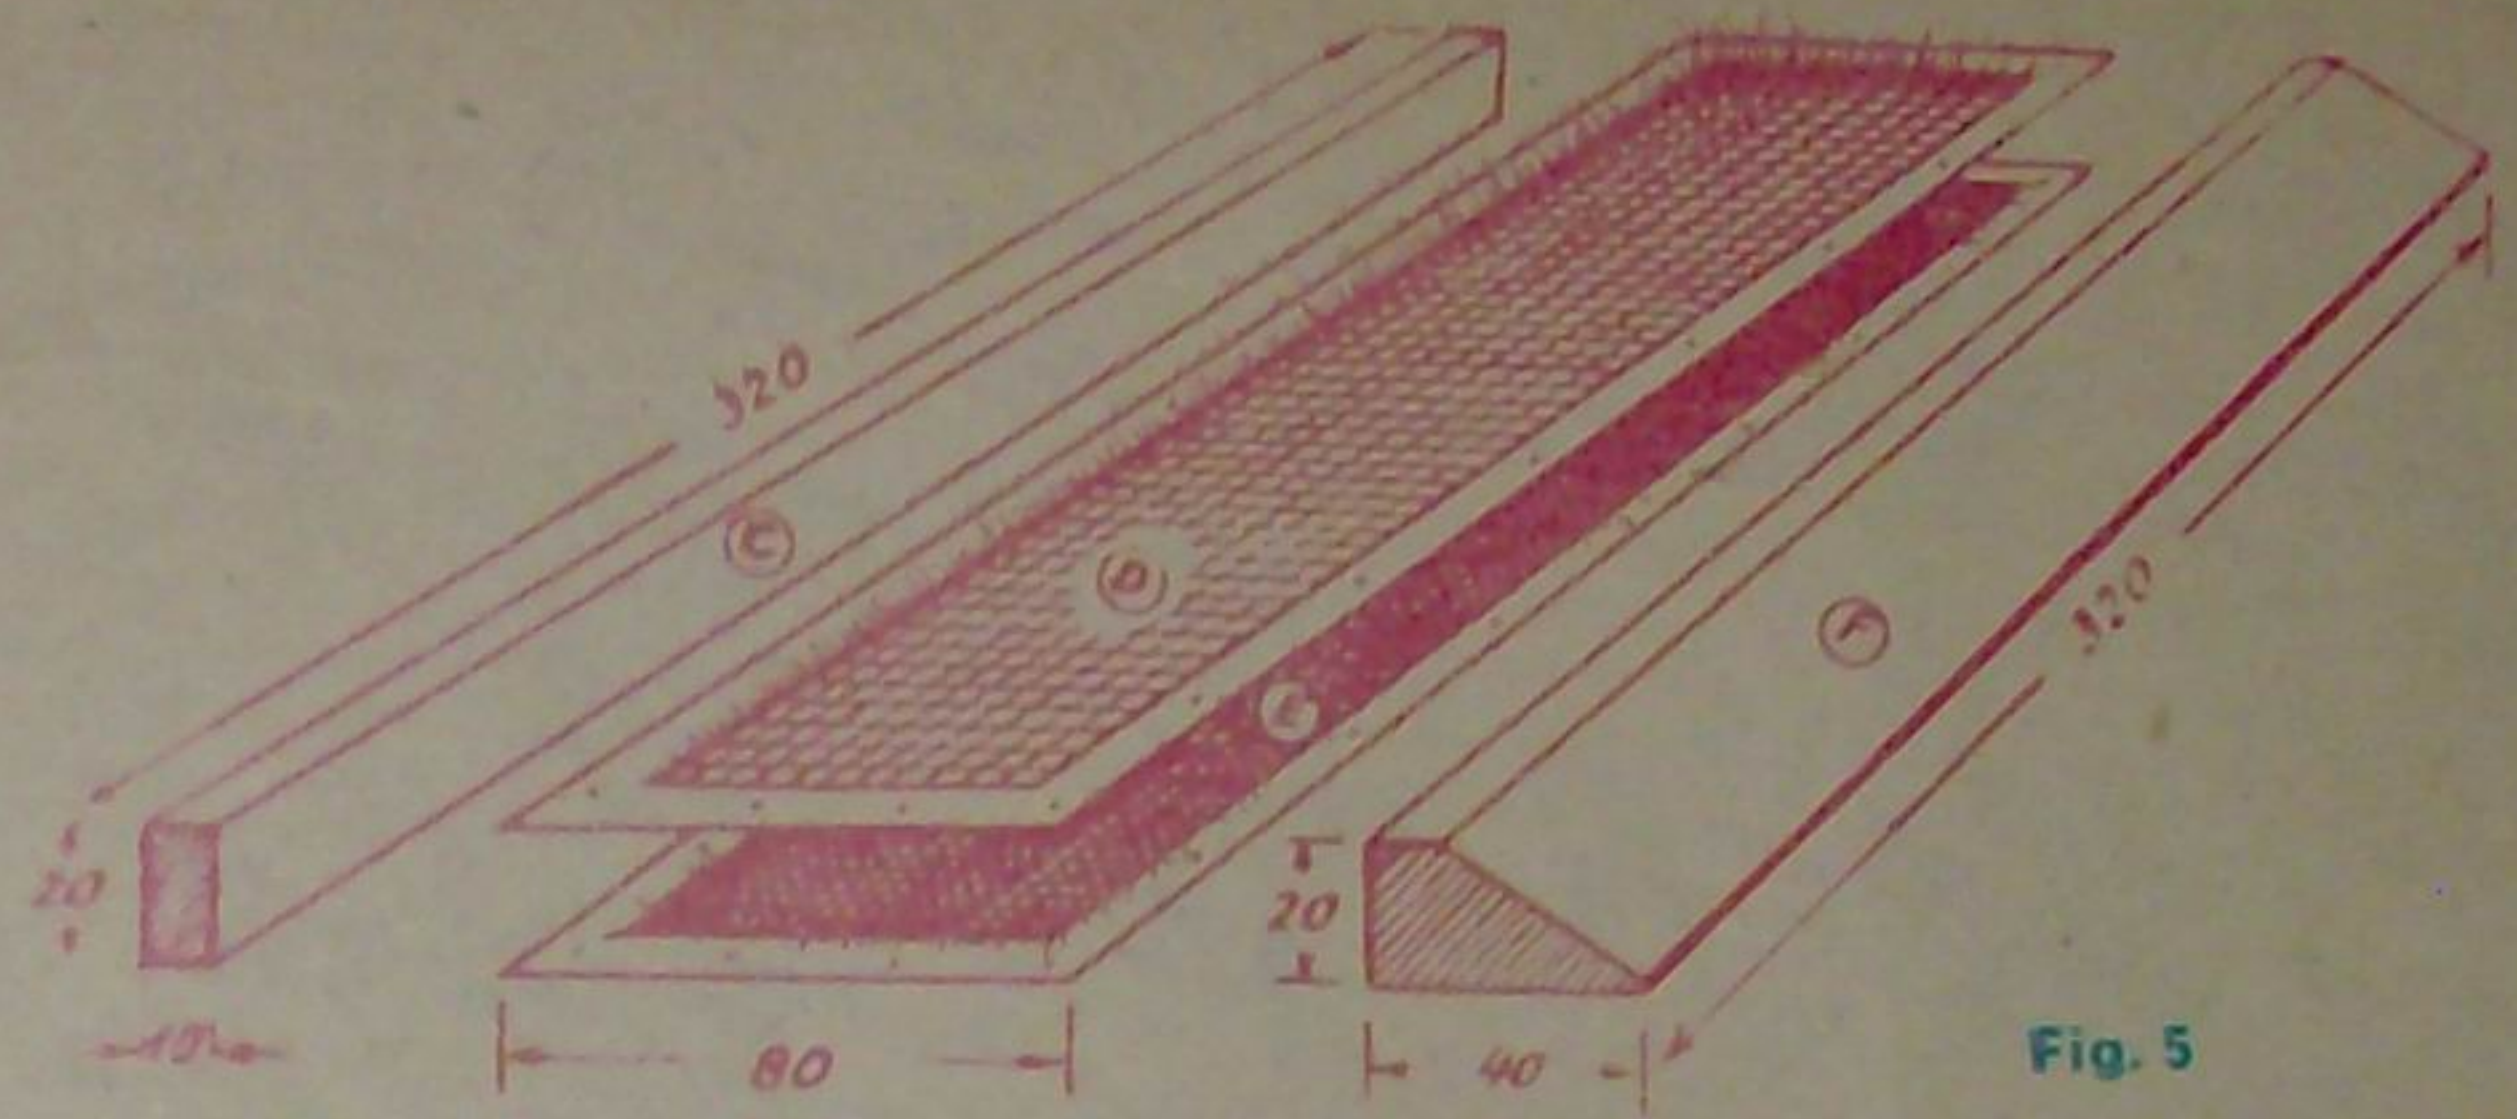
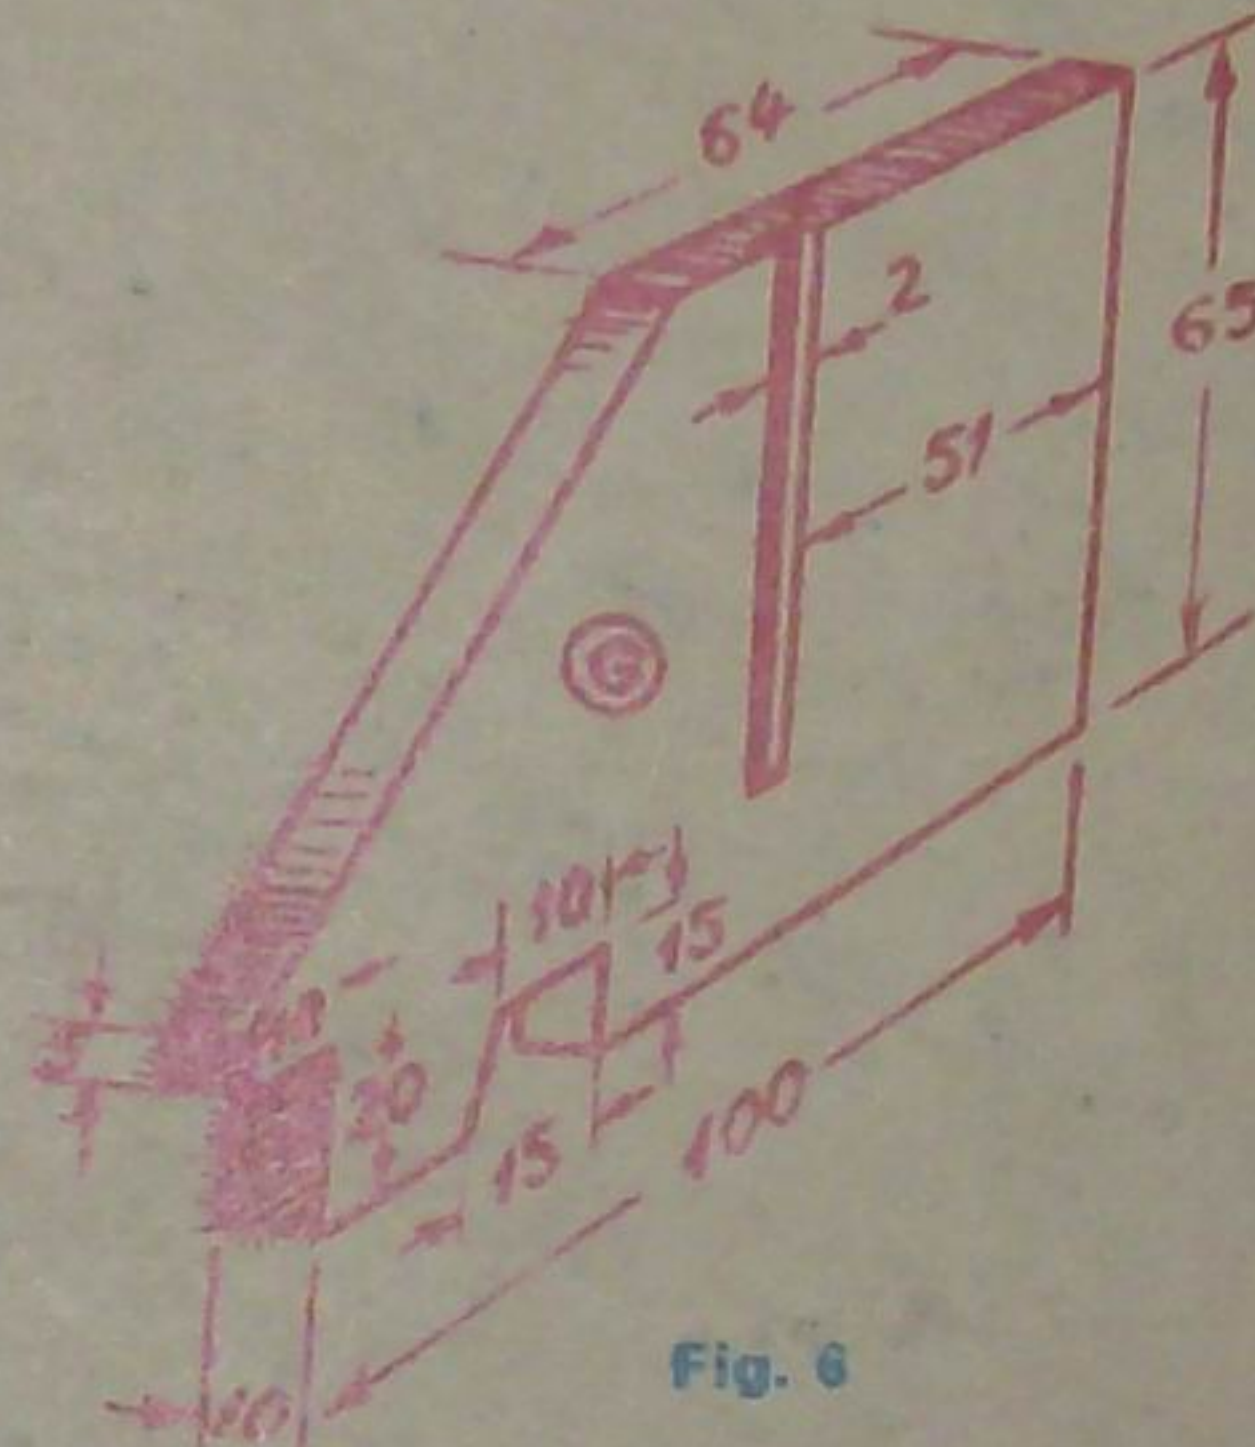

Fig. 5
Fig. 6
Propunem micilor apicultori să construiască colectorul de polen din fig. 3. Colectorul de polen este constituit din doi pereți laterali (G) confecționați din lemn cu profilul și dimensiunile redată în fig. 6. La partea inferioară a pereților se fixează piesele C, D, E și F prezentate în fig. 5 care se dispun conform secțiunii din fig. 4. Piesele C și F sînt confecționate din lemn. Piesele D și E sînt două sîle din plasă de sîrmă zincată, prima cu ochiurile de 3 mm, iar a doua cu ochiurile de 1 mm, care se fixează pe părțile de lemn cu ajutorul unor șraiburi din tablă zincată cu grosimea de 0,4 mm și lățimea de 8 mm. În partea superioară a pereților laterali se fixează piesele A și B din fig. 2, confecționate tot din lemn, între care se lasă un spațiu de 4 mm, necesar glisării piesei active (placa prevăzută cu orificii). Piesa activă reprezintă o placă din folie de P.V.C. cu grosimea de 0,4-0,5 mm, în care, cu ajutorul unei producelor